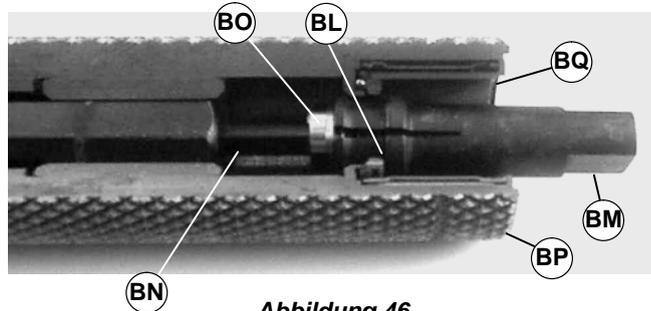

Abbildung 46
1. Das Lagerausbauwerkzeug (Teilnr. 25-05☆) (BM siehe Abbildung 46) in die Antriebsrolle einführen (BP), bis die Schulter (BL) auf dem Lagerboden aufliegt (BQ).